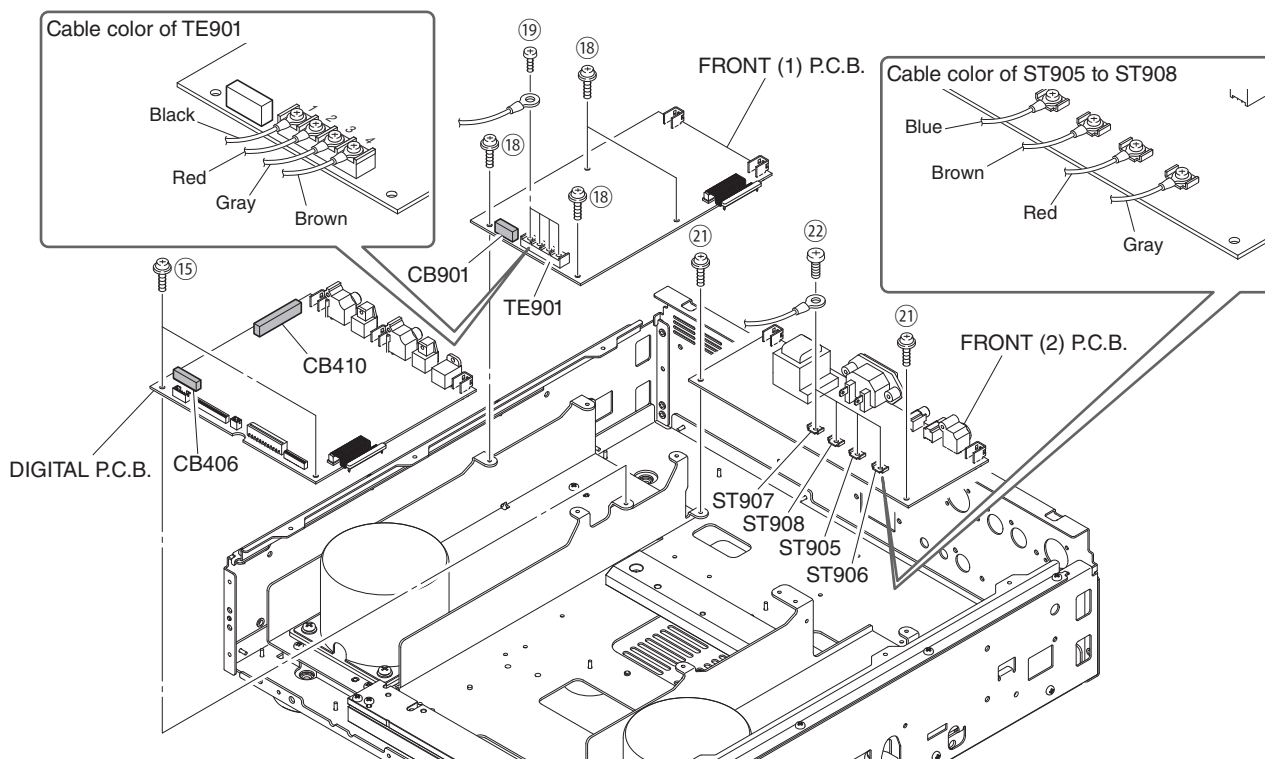

Fig. 7
- Remove 2 screws (15). (Fig. 7)
- Remove CB406 and CB410. (Fig. 7)
- Remove the DIGITAL P.C.B. (Fig. 7)
8. Removal of FRONT (1) P.C.B.
- Remove 4 screws (18). (Fig. 7)
- Remove 4 screws (19) and disconnect 4 cables. (Fig. 7)
- * Make sure that all the removed cables are reinstalled at specified positions. (Fig. 7)
- Remove CB901. (Fig. 7)
- Remove the FRONT (1) P.C.B. (Fig. 7)
9. Removal of FRONT (2) P.C.B.
- Remove 2 screws (21). (Fig. 7)
- Remove 4 screws (22) and disconnect 4 cables. (Fig. 7)
- Remove the FRONT (2) P.C.B. (Fig. 7)
- ⑮のネジ2本を外します。(Fig. 7)
- CB406、CB410を外します。(Fig. 7)
- DIGITAL P.C.B.を外します。(Fig. 7)
8. FRONT (1) P.C.B. の外し方
- ⑱のネジ4本を外します。(Fig. 7)
- ⑲のネジ4本を外し、ケーブル4本を外します。(Fig. 7)
- ※ 取り外したケーブルはすべて決められた位置に取り付けてください。(Fig. 7)
- CB901を外します。(Fig. 7)
- FRONT (1) P.C.B.を外します。(Fig. 7)
9. FRONT (2) P.C.B. の外し方
- ㉑のネジ2本を外します。(Fig. 7)
- ㉒のネジ4本を外し、ケーブル4本を外します。(Fig. 7)
- FRONT (2) P.C.B.を外します。(Fig. 7)